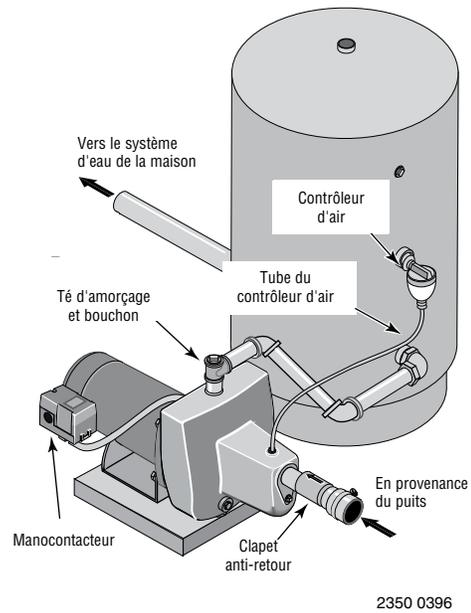

Figure 5 : Branchements sur un réservoir standard
BRANCHEMENT SUR UN RÉSERVOIR STANDARD (Figure 5)
(Figure 5)
- 1 ° Poser un té dans l'orifice de refoulement de la pompe (voir la Figure 5).
- 3 ° Déposer le bouchon fileté de 1/8 de pouce NPT de l'orifice du contrôleur d'air de la pompe (voir la Figure 5). Poser un tube entre l'orifice du contrôleur d'air (voir la Figure 5) de la pompe et l'orifice du contrôleur d'air monté sur le réservoir. Pour plus de détails, se reporter aux instructions fournies avec le réservoir et le contrôleur d'air. L'emplacement de l'orifice du contrôleur d'air variera en fonction du modèle de pompe (se reporter aux vues éclatées, page 10).